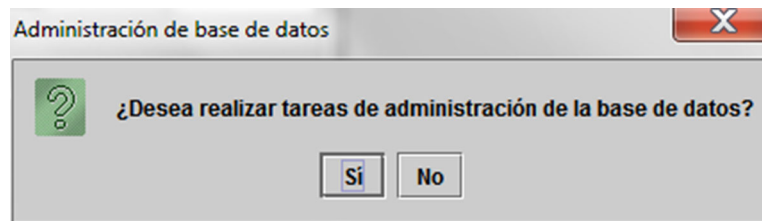
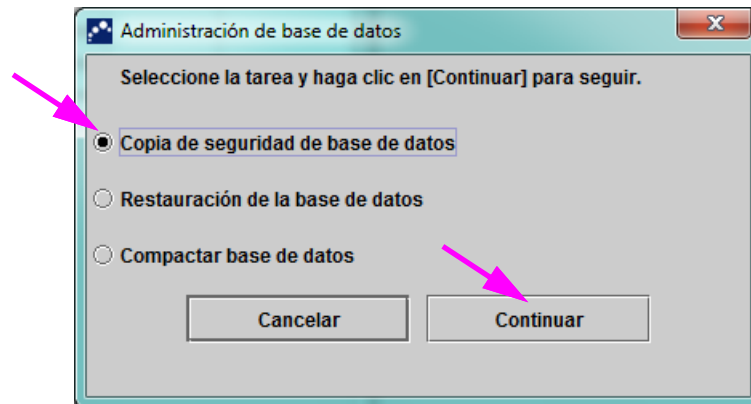

Figura 5-72. Cuadro de diálogo Administración de base de datos
Figura 5-73. Ventana Administración de base de datos
El administrador del sistema GeneXpert Dx especifica si tiene los permisos necesarios para las tareas de administración de los datos. Consulte el apartado 2.13, Definición de usuarios y permisos. Consulte al administrador del sistema GeneXpert Dx para que los permisos se adapten a sus necesidades. Si los **Recordatorios de administración de la base de datos** están activados, se le notificará que realice la administración de la base de datos al iniciar el sistema. El mensaje sólo aparece si el usuario tiene privilegios para realizar estas tareas. Si el usuario no tiene ninguno de estos privilegios, o si la opción **Recordatorios de administración de la base de datos** está desactivada, no se mostrará el mensaje. Consulte la figura 5-72.
8. **Si no quiere realizar tareas de gestión de la base de datos**, haga clic en **No** en el cuadro de diálogo Administración de base de datos (consulte la figura 5-72) y vaya al apartado 5.2.3.2, Recordatorio de vencimiento del almacenamiento.
Si desea realizar las tareas de administración de la base de datos, haga clic en **Sí** en el cuadro de diálogo Administración de base de datos (consulte la figura 5-72). Aparece el cuadro de diálogo Administración de base de datos. Consulte la figura 5-73.
1. Seleccione **Copia de seguridad de base de datos** en la ventana Administración de base de datos (consulte la figura 5-73).